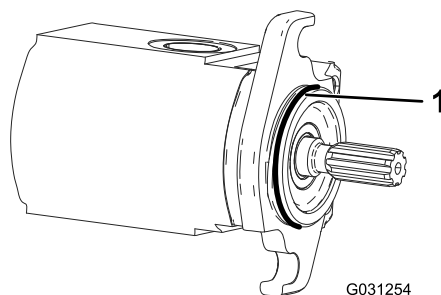

Рисунок 5
- Установите уплотнительное кольцо на двигатель барабана (Рисунок 5).
- Заправляйте консистентной смазкой масленку боковой пластины до тех пор, пока излишки консистентной смазки не выйдут из выпускного отверстия (Рисунок 5).